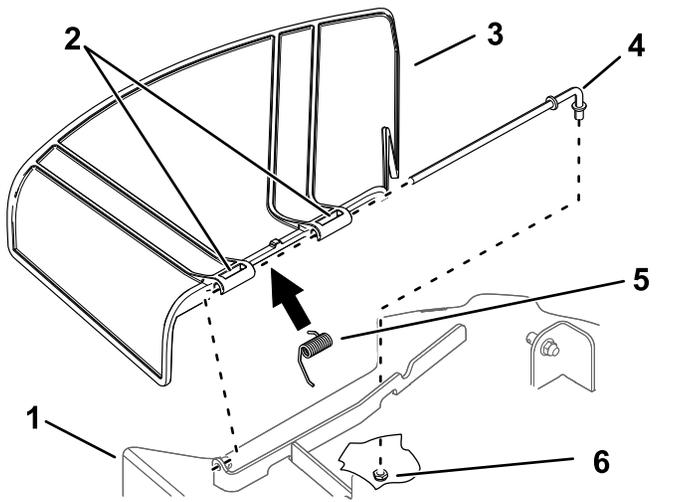

Figura 75
1. Retire la tuerca ($\frac{3}{8}$ ") de la varilla debajo del cortacésped (Figura 75).
- Retire la varilla del espaciador corto, del muelle y del deflector de hierba (Figura 75).
- Vuelva a colocar el deflector de hierba (Figura 75).
- Deslice la varilla por el segundo soporte del deflector de hierba (Figura 75).
- Sujete el extremo trasero de la varilla en el cortacésped con una tuerca ($\frac{3}{8}$ "), como se muestra en la Figura 75.